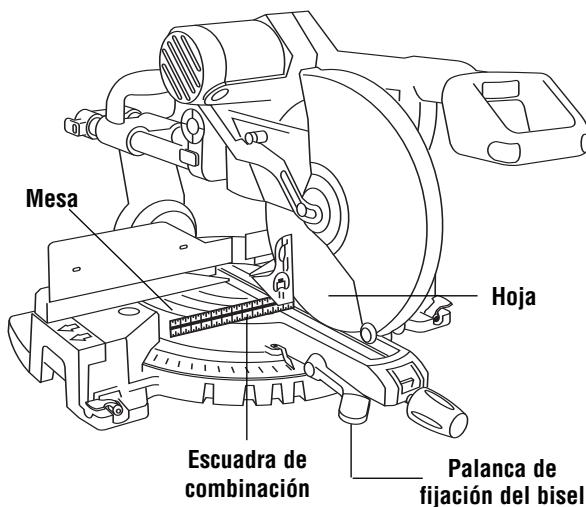

Figura 1. Hoja en ángulo recto con la mesa
- Utilice una escuadra de combinación para comprobar la perpendicularidad de la hoja respecto a la mesa. Coloque la escuadra sobre la mesa y presiónela contra la hoja. Si la hoja no hace contacto con toda la longitud de la escuadra (Figura 1), siga el procedimiento de calibración.
5. Coloque la escuadra de combinación sobre la mesa y contra la hoja (vea la Figura 1).